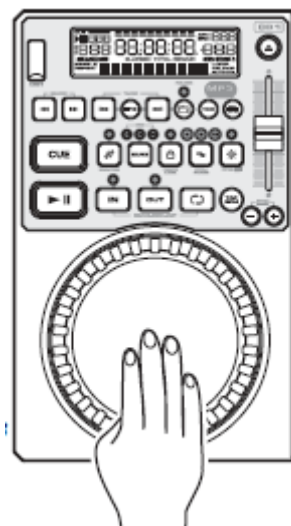

Figura 13
Esta característica le permite desplazarse a través de una pista frame a frame, permitiéndole encontrar y configurar un punto de referencia o de bucle inicial. Para usar la función de desplazamiento, debe estar primero en Modo Pausa (ver sección 4) o Modo Cue (ver sección 8). Una vez se encuentra en modo Pausa o Cue, gire la **RUEDA DE SELECCIÓN(11)** para desplazarse por la pista (Figura 13). Girando la rueda en el sentido de las agujas del reloj avanzará en búsqueda de frame, y girando la rueda en sentido contrario a las agujas del reloj irá hacia atrás en la búsqueda de frame. Cuando use la **RUEDA DE SELECCIÓN (11)** la función de monitoreado (nivel de altavoces) le permite oír por dónde se está desplazando. Una vez alcance el punto de inicio deseado, puede configurar un punto de referencia (inicial) pulsando el **BOTÓN PLAY/PAUSA(13)**, como en la Figura 11. Al pulsar el **BOTÓN CUE (15)**, como en la Figura 12, volverá al punto que acaba de configurar.